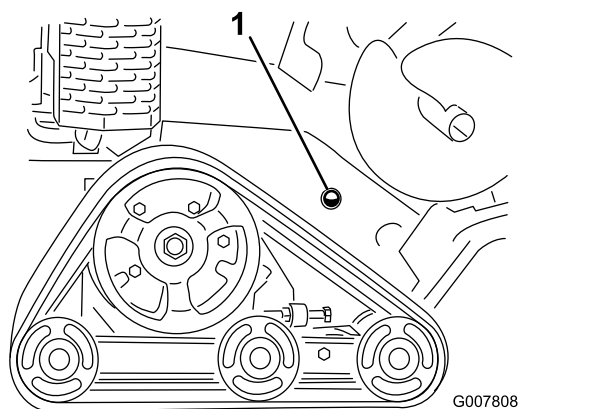

Рисунок 7
2. Проверьте уровень гидравлической жидкости по смотровому стеклу в передней части правой панели (Рисунок 7).
С. Долейте гидравлическую жидкость указанного типа в заливную горловину так, чтобы уровень гидравлической жидкости закрывал половину смотрового стекла (Рисунок 7).